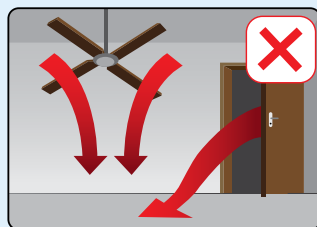

FIGURA 5
- Non porre davanti alla climatizzazione bocca, sotto ventilatore, e la bocca delle porte e delle finestre. (Figura 5)